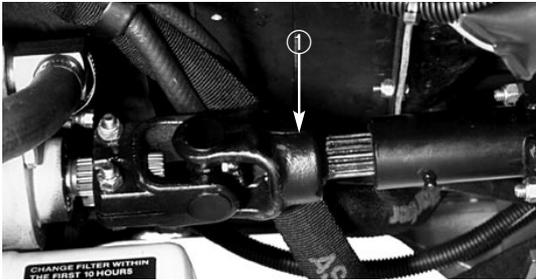

Bild 21
5. Bauen Sie die Kardanwelle nach abgeschlossenem Schleppen wieder an, siehe Bild 21. (Die Rillen sind so ausgeführt, daß die Baugruppe nur dann zusammengebaut werden kann, wenn beide Wellenhälften einwandfrei orientiert sind.)